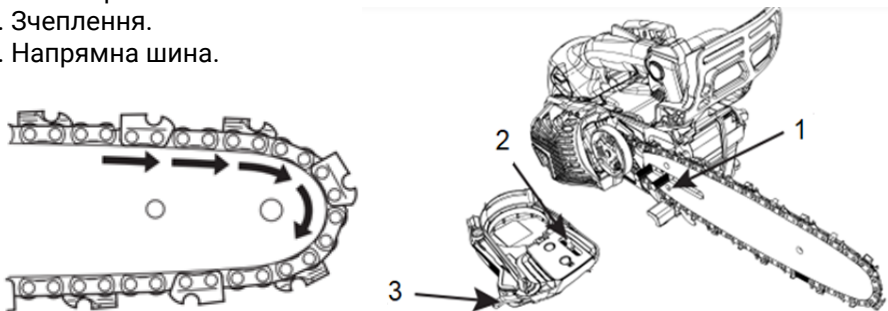

Рисунок 4. Загальний вигляд встановленого різального ланцюга та напрямку руху ланцюга.
- встановити різальний ланцюг на напрямну «шину» обома руками в рукавичках та перевірити відповідність його орієнтації за напрямком руху (рис. 4) за мітками на самому ланцюгу та на «шині» (рис. 4), за необхідності змінити положення ланцюга. Напрямні ланки ланцюга мають увійти в паз «шини», а ведучі ланки – у зачеплення з веденою зірочкою на її кінці;
- перевірити, щоб ланки ланцюга поєдналися із зубцями ведучої, загальний вигляд встановленого ланцюга на шину зображено на рис. 4;